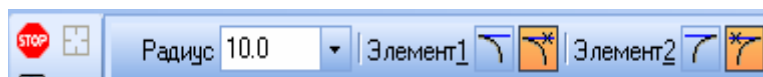

Рис. 2.3. Переключатели Панели свойств
2) в Панели свойств в соответствующем поле задать радиус сопряжения, задать соответствующие переключатели Усекать или Не усекать элементы 1 или 2 (рис. 2.3);